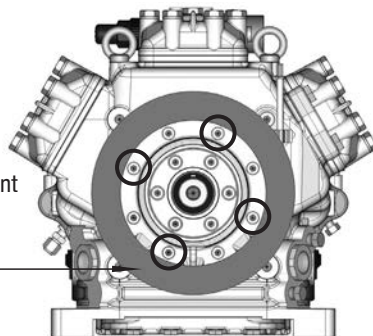

Fig. 8
- Placer la bobine sur l'ajustement fin et fixer à nouveau à l'aide des quatre vis à tête cylindrique M8 (fig. 8). Couple de serrage des vis = 37 Nm.